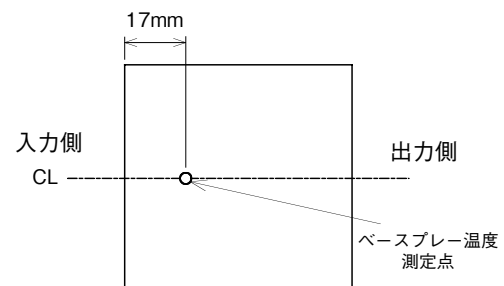

図13-1 ベースプレート温度測定点
- 注) 1. ベースプレート温度は最大100℃です。ワースト使用状態にて図13-1の測定点にてベースプレート温度をご確認下さい。